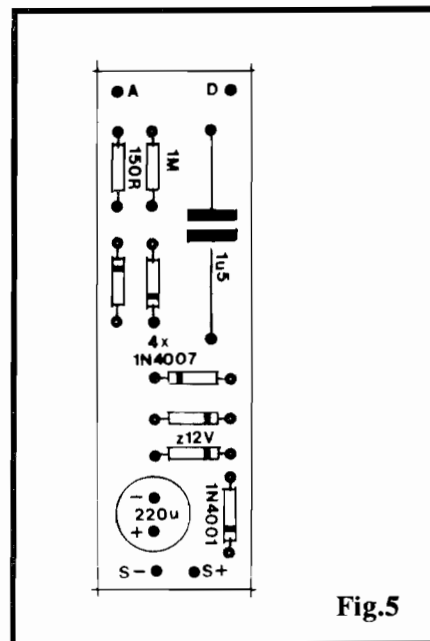

Fig.5
- FIG. 5 - "CHAPEADO" DA MONTAGEM - MÓDULO "A" - A placado módulo A, vista agora pela sua face não cobreada, traz claramente as informações dos componentes estilizados, com seus códigos, valores, polaridades, etc., de modo muito fácil de seguir... Lembrar que todos os diodos (inclusive o *zener*...) são **polarizados**, e que assim a orientação de suas extremidades de **catodo**, marcadas pelas faixas ou anéis, **deve** ser rigorosamente respeitada... Atenção também à polaridade dos terminais do